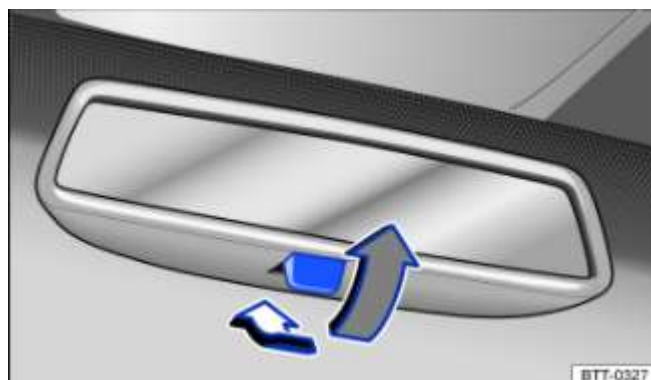

Fig. 92 Sur le pare-brise : rétroviseur intérieur jour/nuit manuel
– Pour sélectionner la position nuit, tirez le levier vers l'arrière ➔ Fig. 92.